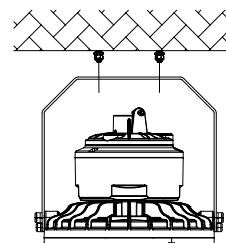

Fig. 3
3. The holes on the bracket align with the expansion screws (Figure 3).
3. Les trous du support s'alignent sur les vis d'expansion (figure 3).